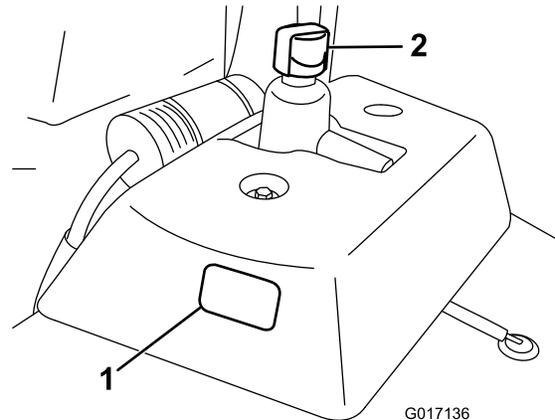

図 22
2. 補助オイルタンクの側面についている点検窓から内部をのぞいてオイル量を点検する 図 22。